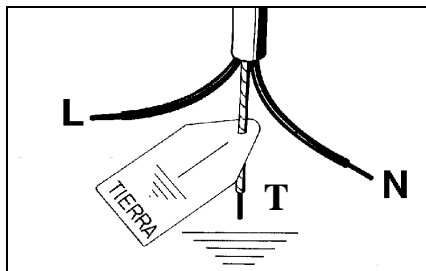

fig.20
- Applicare al cavo di alimentazione, se sprovvisto, una spina normalizzata adatta al carico indicato sull'etichetta segnaletica. Allacciare i cavetti secondo lo schema della FIG. 20 avendo cura di rispettare le sottoelencate rispondenze: